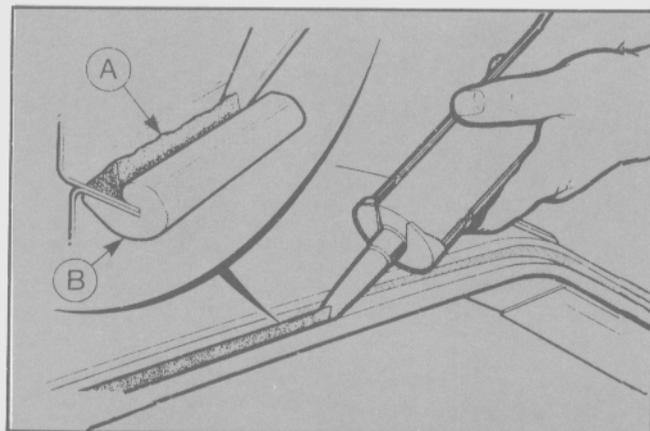

Fig. 32 - Aplicación del cordón de adhesivo y su espesor correcto.
- Apoyar la boquilla aplicadora contra la moldura interior y aplicar un cordón de adhesivo a lo largo del marco. El contorno del cordón debe ser igual al ilustrado en la figura 32 y 5 mm más alto que la moldura interior (Fig. 32).